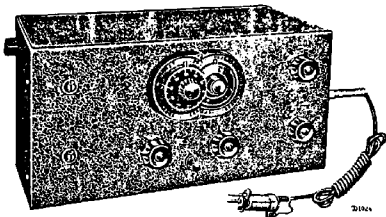

Fig. 2
1. Un oscillateur Service, G.M. 2880 fig. 2).